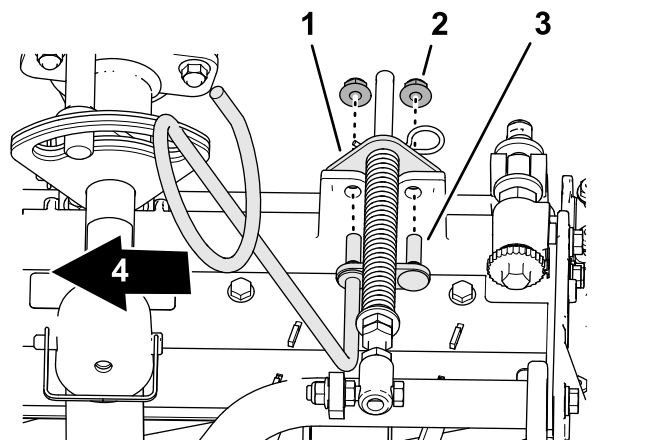

**Figura 10**
- 4. Monte o parafuso de fixação da mola de compensação da relva na aba direita da estrutura da carroçaria (Figura 10) com a porca de bloqueio flangeada (3/8 pol.).